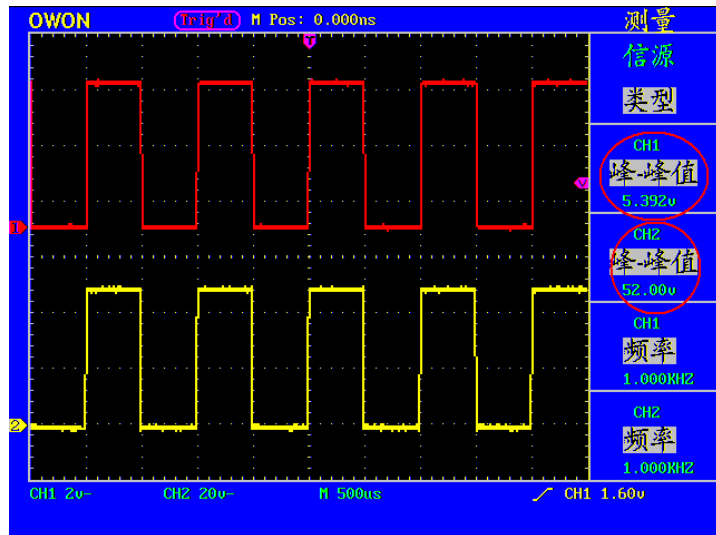

图 57：增益测量波形
- 10、从显示菜单中读出通道1和通道2的峰-峰值。见图 57。